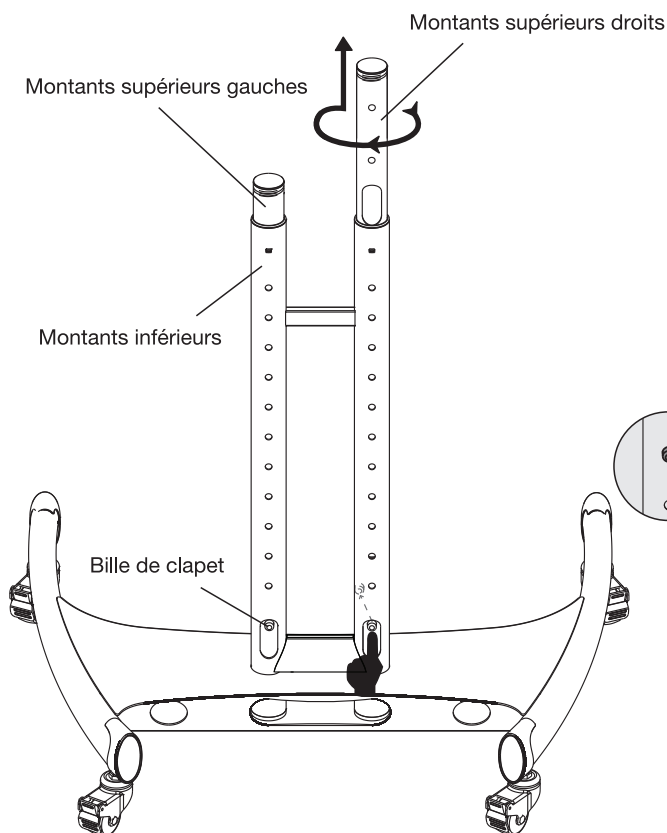

Figure 1
Étape 1: En utilisant votre pouce ou un autre doigt, enfoncer la bille de clapet du montant supérieur droit située sur la fenêtre de câbles, et tirer le montant supérieur vers le haut jusqu'à la hauteur souhaitée. Tourner le montant supérieur dans la direction du trou de poussoir et engager la bille à ressort dans le trou et fixer comme sur la figure 1.